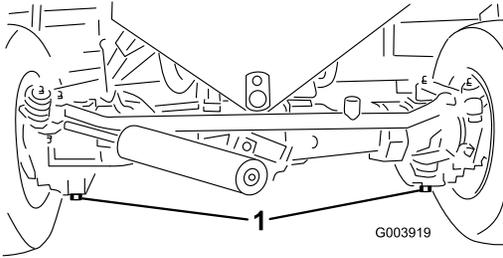

Figure 64
2. Nettoyez la surface autour des bouchons de vidange (Figure 64).